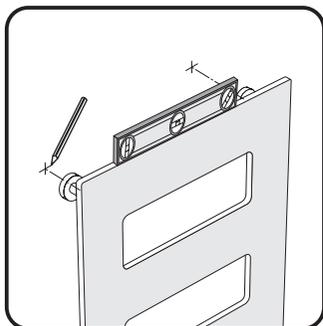

Рис. 10
5.10. Приложите дизайн-радиатор кронштейнами к стене. При помощи строительного уровня установите правильное положение дизайн-радиатора (рис. 10).
5.11. Зафиксировав дизайн-радиатор в правильном положении, сделайте метки грифельным карандашом (рис. 10).